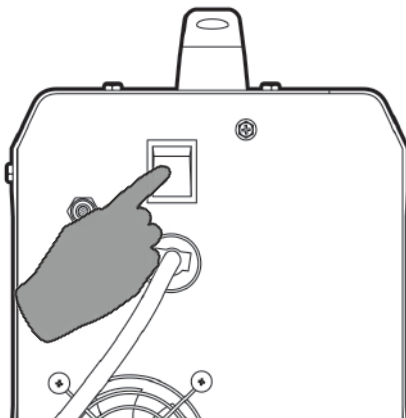

Рис. 9.3. Включение аппарата.
2. Включите аппарат (см. рис. 9.3).